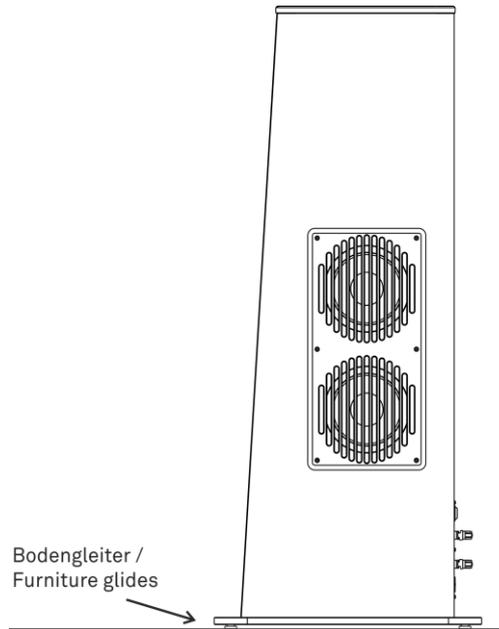

Abb. 3
- Stellen Sie die Lautsprecher zunächst am vorgesehenen Aufstellungsort auf. Zur Ermittlung der korrekten Abstände (Wände, Hörplatz, etc.) und Aufstellungswinkel zum Hörplatz, können die **CWT 1000-40** mithilfe der vormontierten Möbelgleiter leicht bewegt und ausgerichtet werden (Abb.3).